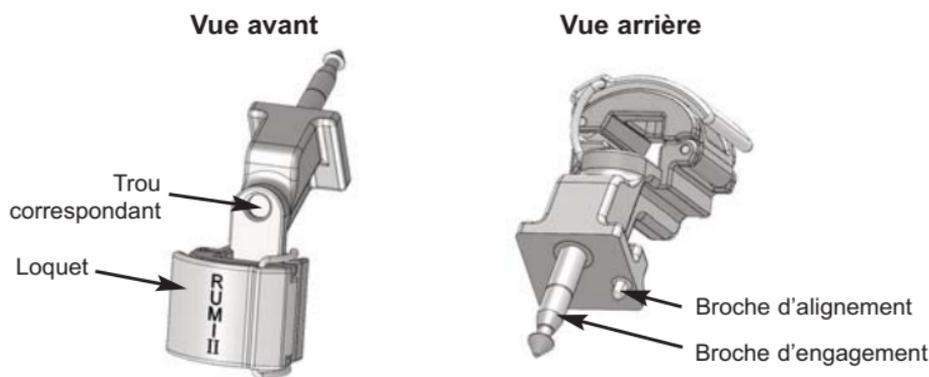

Figure 1. Adaptateur RUMI® II
2. Insérer à fond la broche d'ENGagement de l'adaptateur (Figure 1) dans le trou correspondant du bras de l'UPS. Utiliser la broche d'alignement pour orienter correctement l'adaptateur.